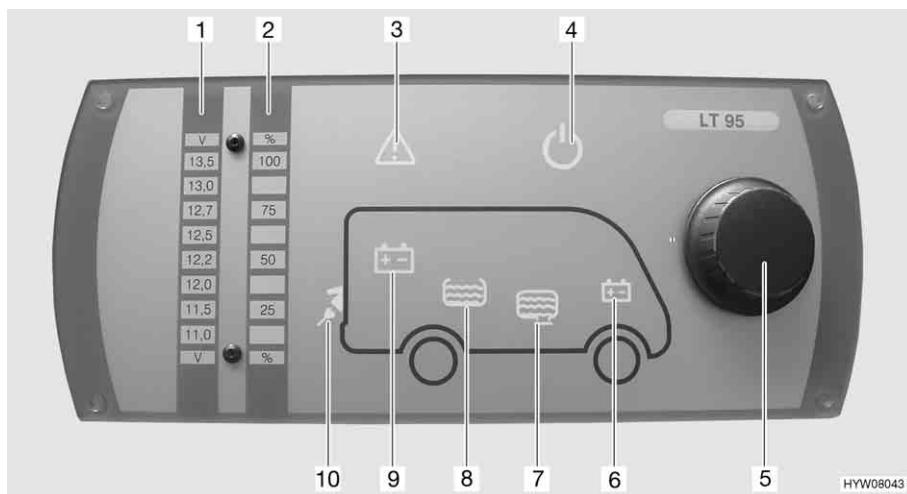

Fig. 131 Pannello di controllo (LT 95)
Il pulsante a rotazione (Fig. 131,5) inserisce o disinserisce il pannello di controllo e l'alimentazione a 12 V dell'abitacolo.
Accensione: ■ Premere il pulsante a rotazione (Fig. 131,5): L'alimentazione a 12 V dell'abitacolo è inserita. La spia di controllo a 12 V (Fig. 131,4) diventa verde.
Spegnimento: ■ Premere il pulsante a rotazione (Fig. 131,5): L'alimentazione a 12 V dell'abitacolo è disinserita. La spia di controllo a 12 V (Fig. 131,4) si spegne.
Mediante il pulsante a rotazione (Fig. 131,5) si possono interrogare sia la tensione della batteria dell'abitacolo che la tensione della batteria di avviamento. La tensione viene visualizzata sulla scala indicatore per la tensione della batteria (Fig. 131,1).
- Ruotare il pulsante a rotazione (Fig. 131,5) in senso orario, finché si accende il simbolo della batteria della quale deve essere interrogata la tensione.
- Leggere la tensione sulla scala indicatore della tensione della batteria (Fig. 131,1).
Mediante il pulsante a rotazione (Fig. 131,5) si possono interrogare sia il livello del serbatoio dell'acqua che il livello del serbatoio delle acque grigie. Il livello viene visualizzato sulla scala indicatore livello dei serbatoi (Fig. 131,2).
- Ruotare il pulsante a rotazione (Fig. 131,5) in senso orario, finché si accende il simbolo del serbatoio del quale deve essere interrogato il livello.
- Leggere il livello sulla scala indicatore del livello serbatoio (Fig. 131,2).
La spia luminosa Alarm (Fig. 131,3) lampeggia non appena i valori limite fissati vengono superati per eccesso o per difetto.
La spia luminosa Alarm (Fig. 131,3) lampeggia non appena la tensione della batteria scende al di sotto di 11 V. Se l'alimentazione a 12 V è accesa, si accende anche il relativo simbolo della batteria (Fig. 131,6 o 9), e l'indicatore "11,0" sulla scala indicatore della tensione della batteria (Fig. 131,1) lampeggia. Rischio di uno scaricamento totale della batteria.
La spia luminosa Alarm (Fig. 131,3) lampeggia ed il relativo simbolo del serbatoio (Fig. 131,7 o 8) si accende non appena il serbatoio dell'acqua è vuoto o il serbatoio delle acque grigie è pieno.
La spia di controllo a 230 V (Fig. 131,10) si accende quando all'ingresso della centralina elettrica è presente una tensione di rete.